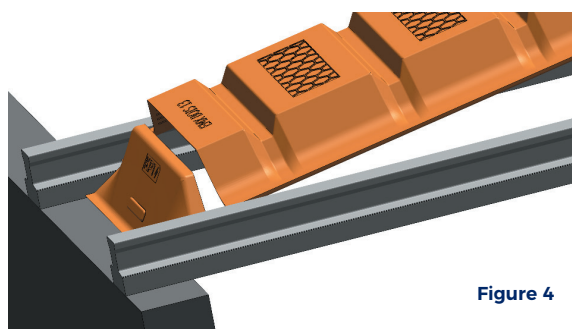

Figure 4
- Démarrer la travée en positionnant l'about haut de l'entrevous vers le Tympan EMX Bois / Isrupteur Transversal dB EMX Bois (Figure 4)